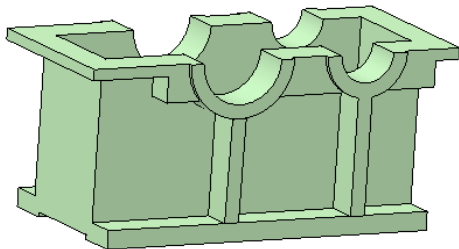

图 9-34 拉伸出加强筋
③单击【确定】按钮完成拉伸, 此时零件如图 9-34 所示。